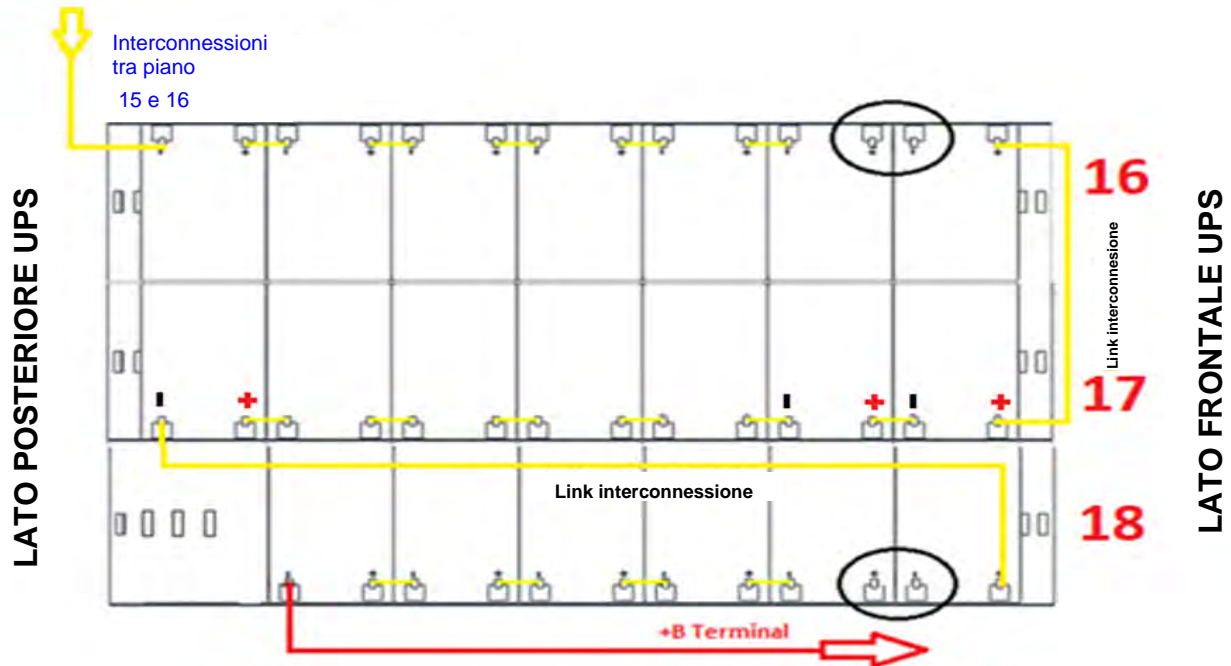

Figura 43 - Vista dall'alto piano N°6 con connessioni batterie
- 17) Inserire il cassetto n°18 rimuovendo il ponticello cerchiato e inserendo i ponticelli come mostrato nella figura 43.